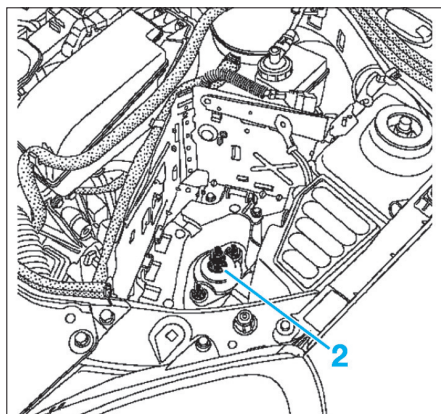

Fig. 60
- Desserrer l'écrou (2) puis à l'aide d'un jet de bronze frapper pour dégager le goujon de la fixation de la suspension pendulaire (Fig.60).